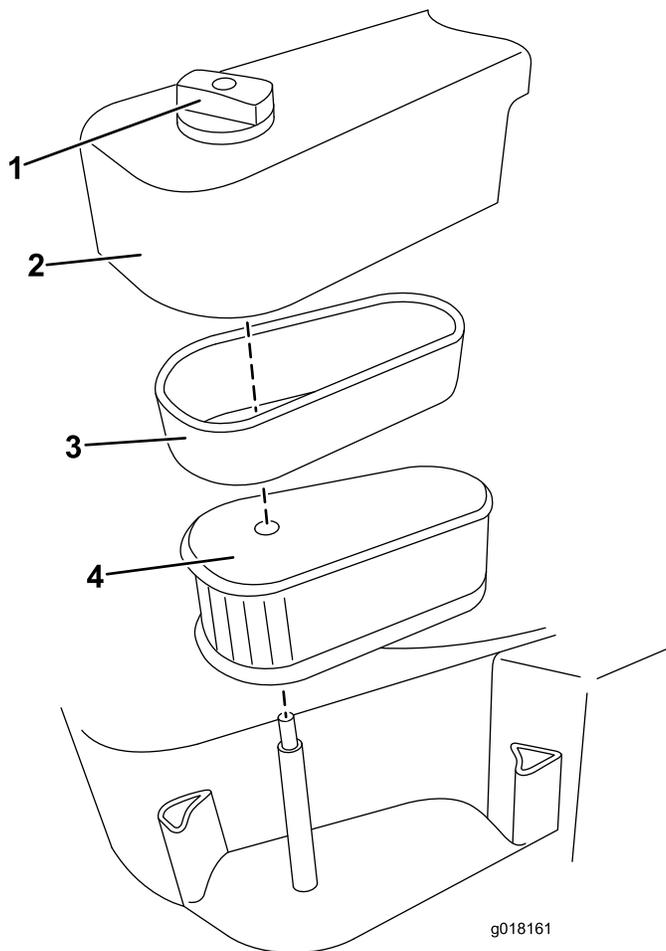

Figura 16
2. Afloje el pomo que sujeta la tapa del filtro de aire (Figura 16).
4. Retire cuidadosamente el filtro de gomaespuma y el cartucho juntos, luego separe el filtro de gomaespuma del cartucho (Figura 16).
7. Coloque la tapa (Figura 16).